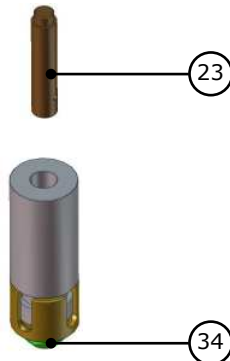

Fig. 10
- 12)** Sostituire il perno (23) completo di pasticca. Sostituire e lubrificare O-ring (34), (fig.10);
*Replace the piston pin (23) complete of pad. Replace and lubricate the O-ring (34), (fig.10);*